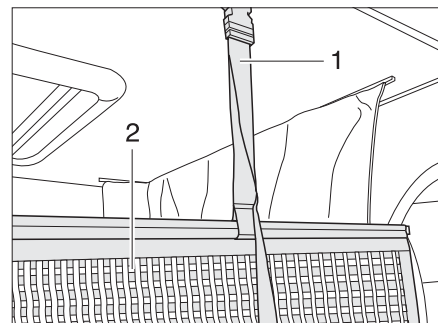

Bild 157 Halterung Sicherungsnetz
Sicherungsnetz Das Sicherungsnetz (Bild 157,2) mit den Haltegurten ist unter der Matratze verstaut. Das Sicherungsnetz erst aufspannen, wenn sich die Personen bereits im Hubbett befinden.
- Die Haltegurte (Bild 157,1) in die Halterungen an der Decke einrasten.